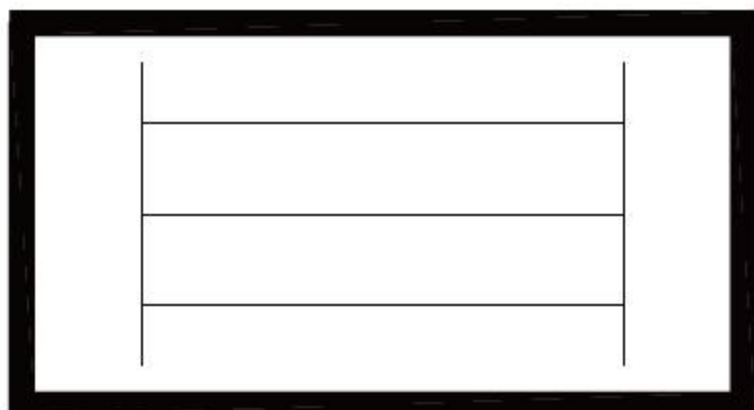

图8-177 最终结果
- 06 调用PL【多段线】命令，设置线宽为30，为灯具绘制粗轮廓线，结果如图8-177所示。